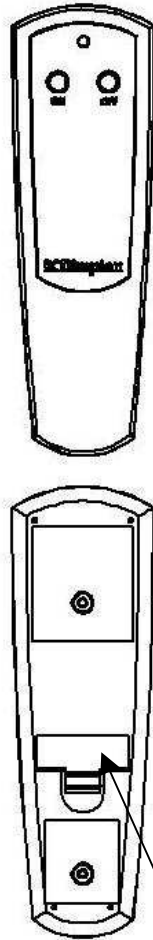

FIGURA 1
La chimenea Optiflama tiene un control remoto con frecuencia de radio (todos los modelos excepto BF36E). Este control remoto tiene un alcance de aproximadamente 50pies. (15.25m), No necesita dirigirlo hacia la chimenea y puede pasar a través de la mayoría de los obstáculos (incluyendo paredes). Está provisto con una de las 2187 frecuencias independientes para prevenir que haya interferencias con otras unidades. La designación de la frecuencia está indicada atrás del transmisor (FIGURA 1).
6. Presione el botón de ENCENDIDO localizado en el transmisor del control remoto (FIGURA 1). Esto sincronizará el transmisor del control remoto y el receptor.